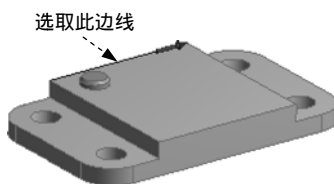
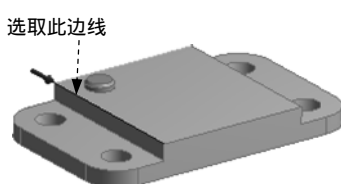

图 3.4.9 定义第一方向
图 3.4.10 定义第二方向
(1) 定义第一方向参考元素。单击以激活 **Direction** 后的文本框,选取图 3.4.9 所示的实体边线为参照方向,调整箭头方向如图 3.4.9 所示,并单击 **Apply** 按钮确认。
(2) 定义第一方向参数。在 **FD1, Offset** 文本框中输入阵列间距数值 34 ;在 **FD3, Copies (>0)** 文本框中输入阵列副本数 1。
(3) 定义第二方向参考元素。单击以激活 **Direction 2** 后的文本框,选取图 3.4.10 所示的实体边线为参照方向,调整箭头方向如图 3.4.10 所示,并单击 **Apply** 按钮确认。
(4) 定义第二方向参数。在 **FD4, Offset 2** 文本框中输入阵列间距数值 40 ;在 **FD5, Copies 2 (>0)** 文本框中输入阵列副本数 1。